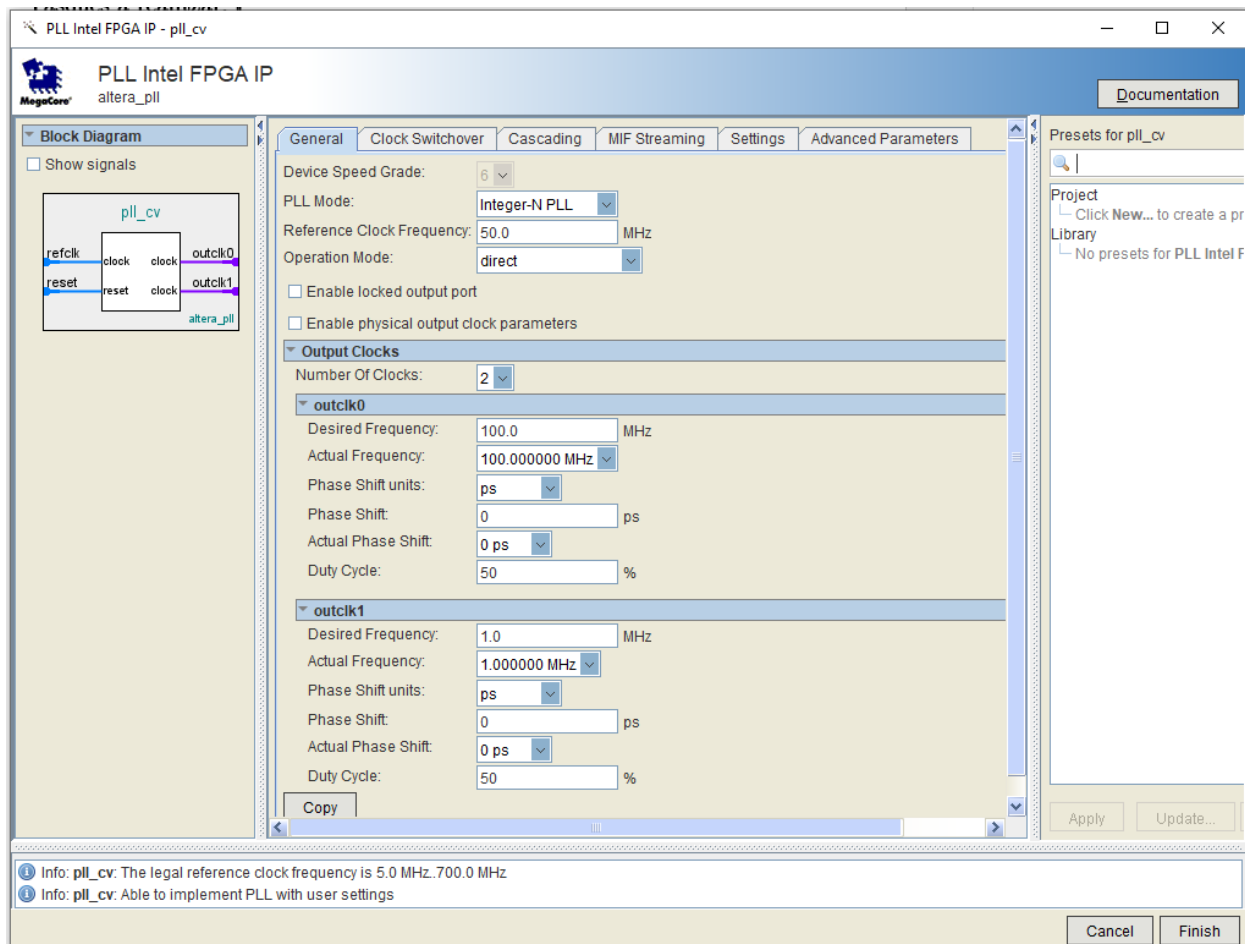

Figura 11 Paràmetres de configuració de la IP del PLL.
- D. Genereu la IP a la carpeta *ips*, amb el nom de *pll_cv.v*, i configurar-lo com es mostra en la **Figura 11**.